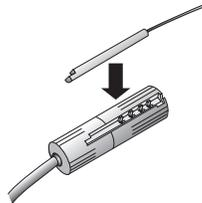

*Figure 22. Suture la connexion électrode/extension.*
6. Fixer le capuchon avec une suture non résorbable sur la partie large de la connexion (Figure 22).